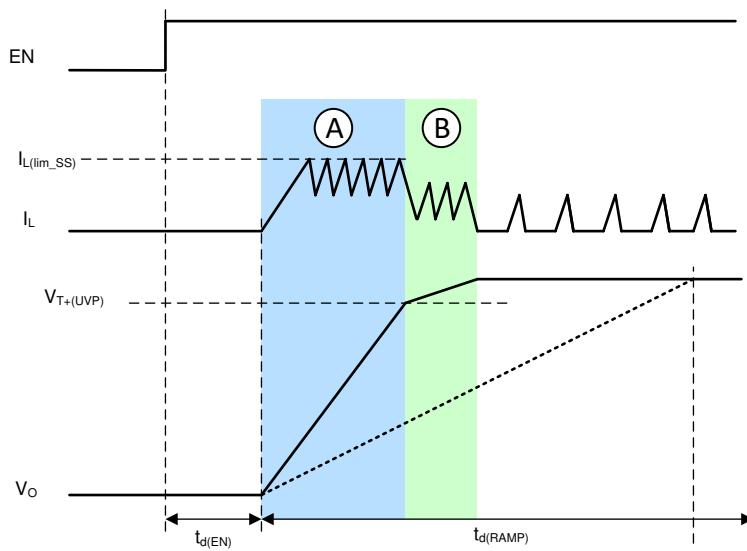

図 7-1. 標準的なソフトスタート動作
入力電圧が UVLO 上昇スレッショルドを超えると、EN ピンが 1.2V を超える電圧にプルされると、TPS631012 と TPS631013 がイネーブルになります。図 7-1 に、代表的な起動ケース(低出力負荷、標準的な出力容量)を示します。
TPS631012 と TPS631013 には、レジスタ CONTROL2 の FAST_RAMP_EN ビットで制御される 2 つの起動メカニズムがあります。図 7-1 に、代表的な起動ケース(低出力負荷、標準的な出力容量)を示します。
- FAST_RAMP_EN = 1 の場合、高速ランプ モードがイネーブルされます。出力ランプの動作を、図 7-1 の実線 V_o として示します
- FAST_RAMP_EN = 0 の場合、高速ランプ モードはディセーブルされます。出力ランプの動作を、図 7-1 のダッシュライン V_o として示します
高速ランプモードが有効になっている場合、コンデンサの容量がランプ時間 $t_d(\text{RAMP})$ として選択された容量よりも低い値に選択されている場合、デバイスはインダクタのピーク電流を制御して突入電流を制限し、可能な限り最速のソフトスタートを確実にします。その後、出力電圧は、リファレンス電圧ランプよりも速く上昇します(図 7-1 の位相 A を参照)。出力オーバーシュートを回避するために、出力が目標電圧に近づくと電流クランプは非アクティブとなり、電圧ランプによって指定された基準電圧ランプのスルーレートに従います。これは、起動が完了する電圧ランプです(図 7-1 の位相 B を参照)。電流クランプ動作からの遷移は、 $V_{T+(UVP)}$ スレッショルド(一般に目標出力電圧の 90%)によって検出されます。位相 B の後、出力電圧は公称目標電圧に十分に安定化されます。電流波形は、出力負荷と動作モードによって異なります。スタートアップ時の電流制限には 2 つの方法があり、レジスタ CONTROL2 の CL_RAMP_MIN ビットで制御されます。
- CL_RAMP_MIN = 0 の場合、起動時の標準電流制限(図 7-1 の位相 A)は 500mA です
- CL_RAMP_MIN = 1 の場合、起動時の標準電流制限(図 7-1 の位相 A)は 1000mA です